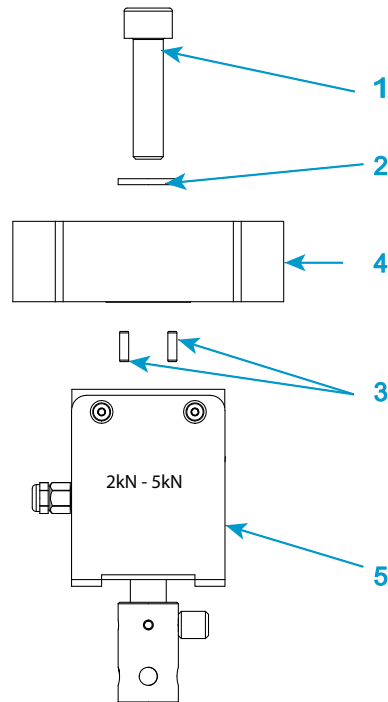

Figura 16. Instalación de una célula de carga de la serie 2519: capacidad de 1 kN a 5 kN
Leyenda de Figura 16
1. Consulte Figura 16 en la página 89 y su leyenda relacionada.